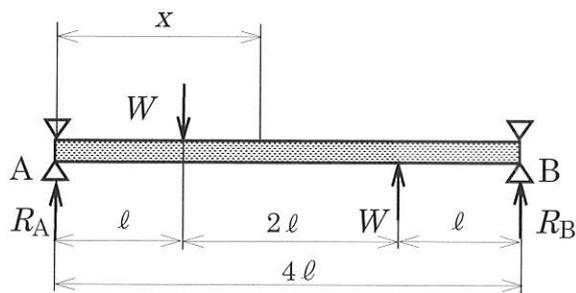
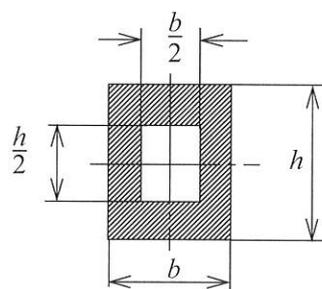

図1
図2 はりの断面形状
- ① 3.4 ② 5.4 ③ 6.5 ④ 8.3 ⑤ 9.4
- 2 図1に示すような、長さ $4\ell = 4.0\text{m}$ の両端単純支持はり A B が2つの集中荷重 $W = 2.2\text{kN}$ を受けている。横断面の形状は、図2のとおり、 $b = 30\text{mm}$ 、 $h = 40\text{mm}$ である。下記の設問 (1) ~ (5) に答えよ。
- ① $W(\ell - x)$ ② $\frac{W}{2}(2\ell - x)$ ③ $\frac{3W}{4}(\ell - 2x)$
④ $W(2\ell - \frac{x}{2})$ ⑤ $2W(\frac{3\ell}{8} - x)$
(3) 図1に示すような荷重を受けるはりのせん断力図(SFD)と曲げモーメント図(BMD)の組み合わせとして正しいものを下記の〔図群〕の中から選び、その番号を解答用紙の解答欄【C】にマークせよ。